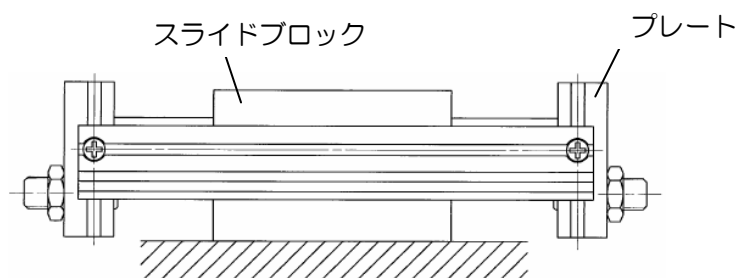

図 2. スライドブロックでの取付け（禁止）
- ① シリンダの取付けは、必ず、両端のプレートで行ってください。スライドブロック（外部移動子）でのシリンダ取付けは絶対に行わないでください（図 2 参照）。